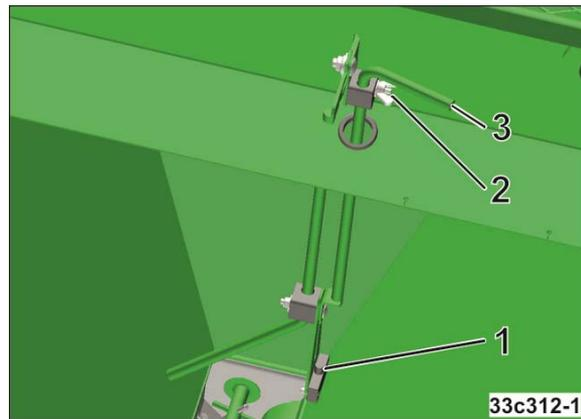

Fig. 64
1. Flügelmutter (Fig. 64/2) lösen.
2. Die Höhenlage des Füllstandssensor (Fig. 64/1) entsprechend der gewünschten Dosiergutrestmenge am Handgriff (Fig. 64/3) einstellen.